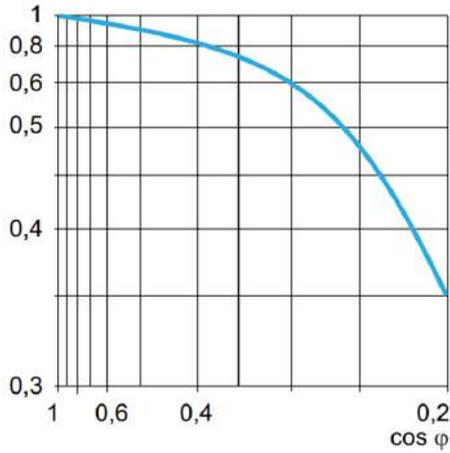

Рис. 1
2) Для индуктивной нагрузки учитывается понижающий коэффициент, см. рис. 1.